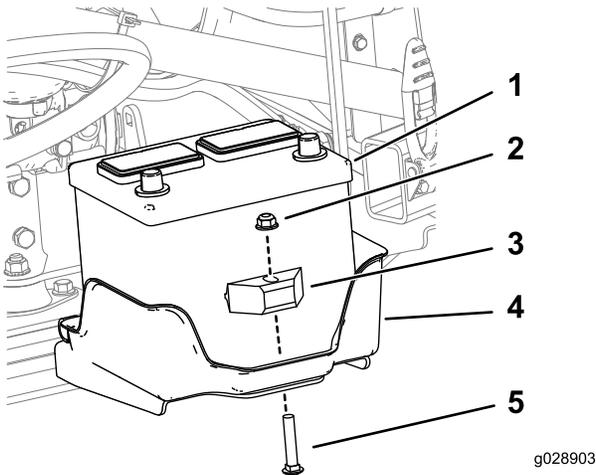

Figura 1
2. Desconecte la batería y retire la batería y su bandeja de la máquina (Figura 1).